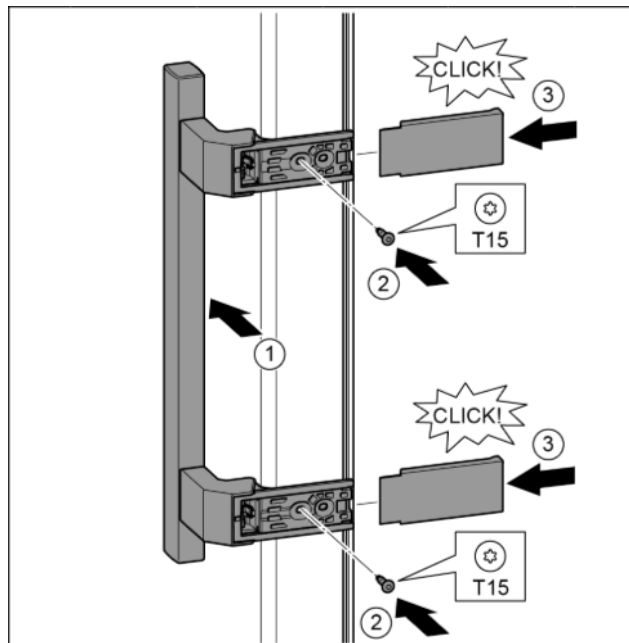

Fig. 17
- ▶ Nasad'te madlo na protilehlé straně. Fig. 17 (1)
- ▶ Šroubovákem T15 pevně utáhněte šrouby. Fig. 17 (2)
- ▶ Kryty bočně nasad'te a nasuňte. Fig. 17 (3)